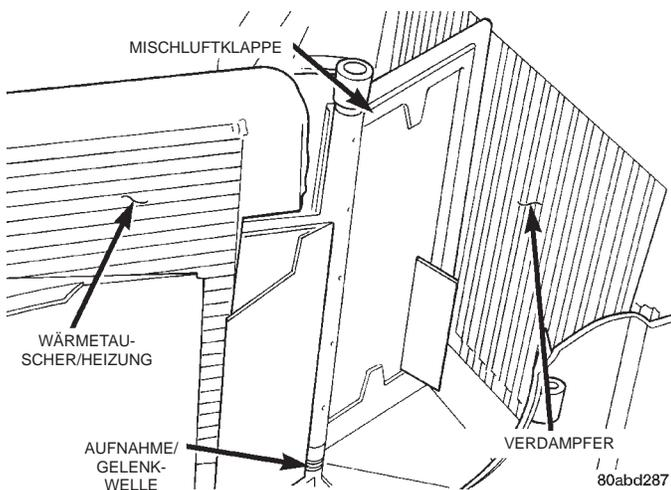

Abb. 51 Mischluftklappe
(1) Gehäuse der Heizungs-/Klimaanlage wie in diesem Kapitel beschrieben ausbauen und zerlegen.
(2) Gelenkwelle der Mischluftklappe aus der Aufnahme an der Unterseite des Unterteils des Gehäuses der Heizungs-/Klimaanlage heben (Abb. 51).